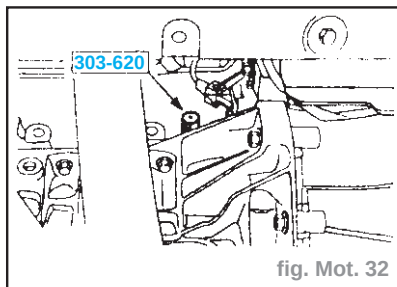

fig. Mot. 32
- Dévisser le bouchon fileté et visser complètement la pignette de calage du vilebrequin (fig. Mot.32).